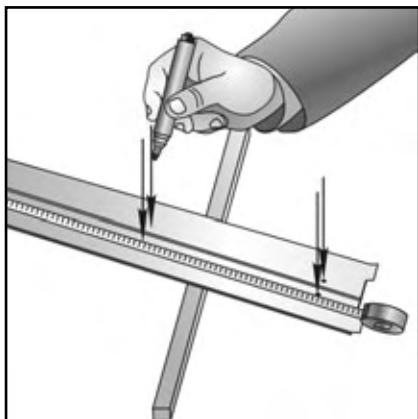
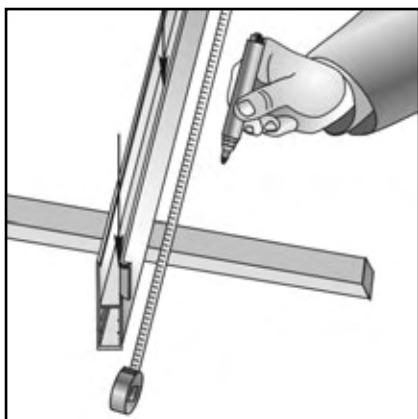

рис. 1
рис. 3
- 4.2.3.** Разметить и сверлить отверстия Ø8 мм в направляющих шинах через две стенки. Нижнее и верхнее отверстия выполнить на расстоянии 100...150 мм от обрезов шины. Остальные отверстия равномерно располагать по длине шины с шагом 450...500 мм (рис.1,2) - накладной монтаж, (рис.3,4) - встроенный монтаж.